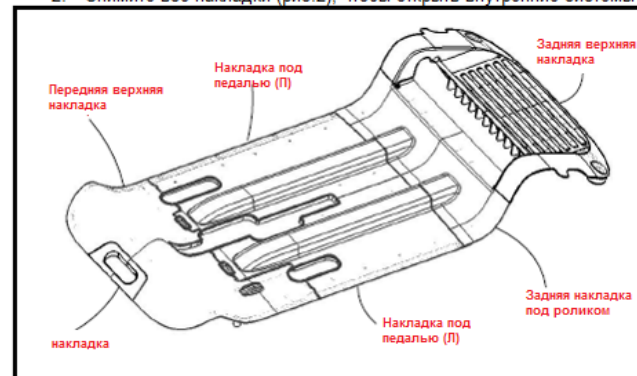

рис. 2
2. Снимите все наклейки (рис.2), чтобы открыть внутренние системы тренажера.